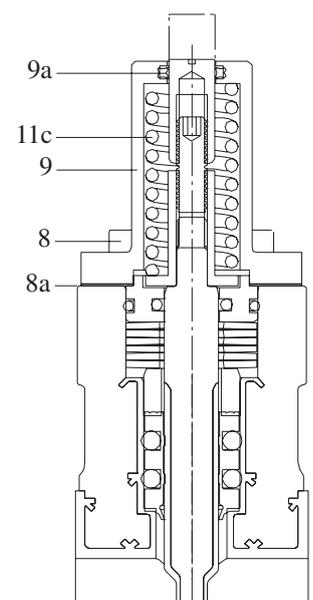
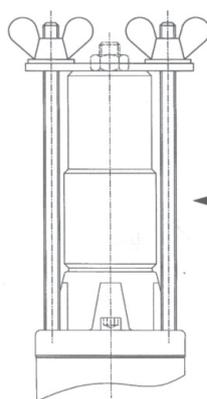

Рисунок 14
Рисунок 13.1
*Кожух (9) находится под напряжением пружины. Аккуратно соблюдайте данные инструкции.*
4. Снимите два винта под внутренний шестигранник (8) и замените их двумя резьбовыми стержнями из устройства натяжения пружины из комплекта инструментов SV-W3.
5. Поместите пластины с двумя отверстиями на резьбовые стержни вслед за шайбами и зафиксируйте барашковой шайбой, как показано на Рис. 13.1/14.1.
8. Снимите кожух (9) и прокладку (8а) с корпуса клапана.
9. Только для моделей с штифтовым адаптером: снимите и замените уплотнение X-образного профиля (9а) (См. Рис. 14).